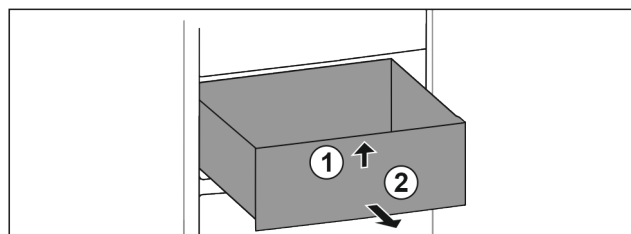

Fig. 13
- ▶ Aan voorzijde optillen Fig. 13 (1).
- ▶ Er naar voren toe uitnemen Fig. 13 (2).